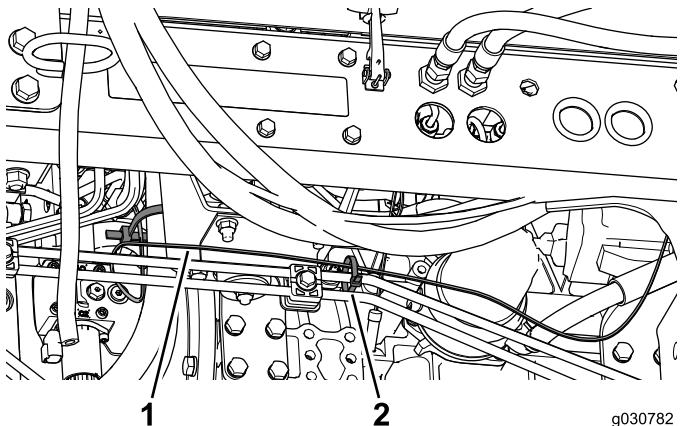

Bild 54
5. Befestigen Sie den Kabelbaum mit Kabelbinden an den Hydraulikschläuchen und starren Leitungen; die Stellen sind in Bild 53 und Bild 54 abgebildet.